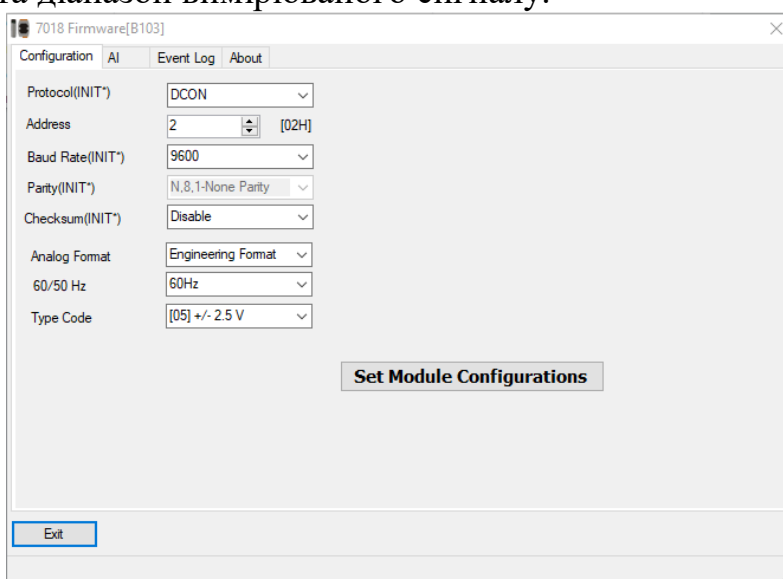

Рис. 4.7. Вікно для призначення параметрів модуля
4.2.3.3. Для призначення або змінення номера каналу вимірювання та його діапазону треба клацнуть мишею на назву модуля, після чого у вікні *Configuration* (рис. 4.7). призначити або змінити: протокол; адресу модуля; швидкість передачі; контрольну суму; формат одиниць вимірювання; частоту фільтрації; тип та діапазон вимірюваного сигналу.